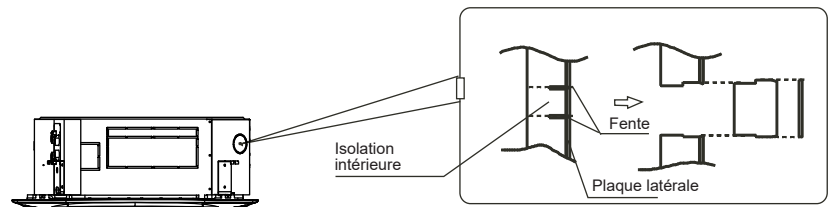

Fig. 5-4
- Découpez l'isolation intérieure correspondant à l'endroit du trou avec un cutter. (voir fig.5-4)